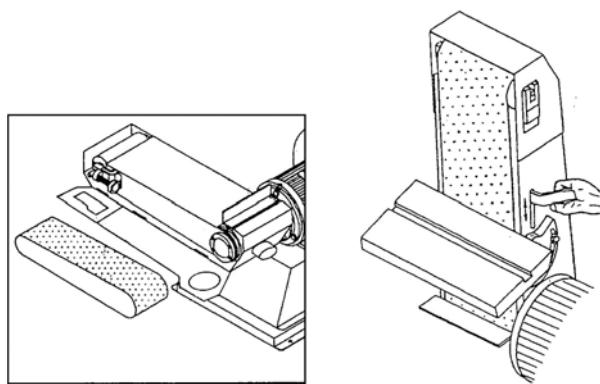

Abb. 16: Schleifband wechseln
Schritt 1: Die seitliche Klappe der Schleifarm-Abdeckung öffnen und die Spannung des Schleifbandes mit dem Spannhebel lösen (Abb. 16).